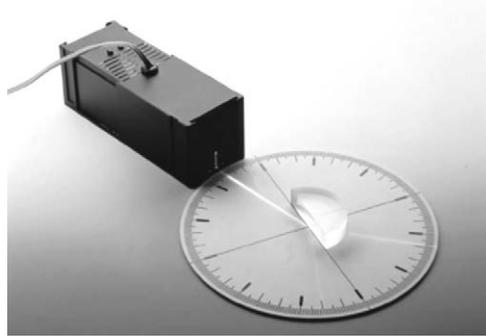

Figura 12.3 Montaje para estudiar la refracción
1. Monte el plexiglás de caras planas paralelas sobre la lámina de disco graduado como muestra la figura 12.3 y asegúrelo con las pestañas. Haga incidir un rayo de luz de la lámpara al vértice del plexiglás con un ángulo de 20° con la normal. ¿Qué observa en el interior del plexiglás?